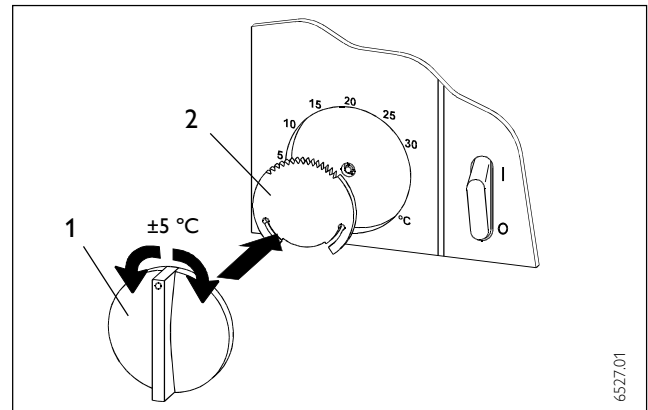

Abb. 2 / Fig. 2 / Afb. 2
Zur Abstimmung auf ein im Raum befindliches Thermometer wird die Kappe (Abb. 2, Pos. 1) des Drehknopfes abgezogen und um den entsprechenden Versatz wieder auf die Justierscheibe (Abb. 2, Pos. 2) gesteckt. Die Werkseinstellung liegt wieder vor, wenn beide Teile so gesteckt sind, daß die Justagestriche auf der Unterseite des Drehknopfes auf einer Linie liegen.
To synchronise the thermostat with the thermometer, the cap (Fig. 2, Pos. 1) of the rotary dial should be pulled off, and replaced, having made the appropriate adjustment to the adjusting disc (Fig. 2, Pos. 2). The factory-set is reached, when both parts are put on in that way that the adjustment marks on the underside of the rotary switch are situated in a line.
Si l'on souhaite étalonner le thermostat sur un thermomètre placé dans la pièce, il y a lieu de retirer le bouton de réglage de sa base (fig. 2, pos. 2) et de le remplacer avec le décalage nécessaire. Le réglage d'usine se retrouve en faisant correspondre les deux repères de ces pièces.
Teneinde het inschakelmoment te doen overeenstemmen met de indicatie van een thermometer in de ruimte, de draaiknop verwijderen, en met de nodige verschuiving terug bevestigen (afb. 2, pos. 2). De standaardafregeling wordt opnieuw bekomen door de twee kenmerken van knop en basis terug op elkaar te zetten.